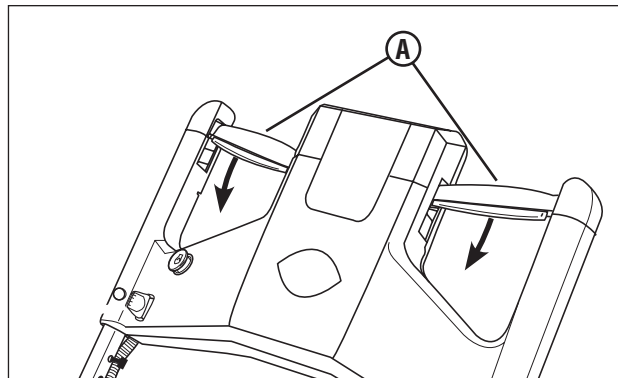

Figura 4: Propulsión del cortacésped
2. Comience oprimiendo lentamente el control de transmisión (**A, Figura 4**) hacia delante para propulsar el cortacésped. La velocidad de desplazamiento puede aumentarse oprimiendo el control de transmisión más hacia delante.